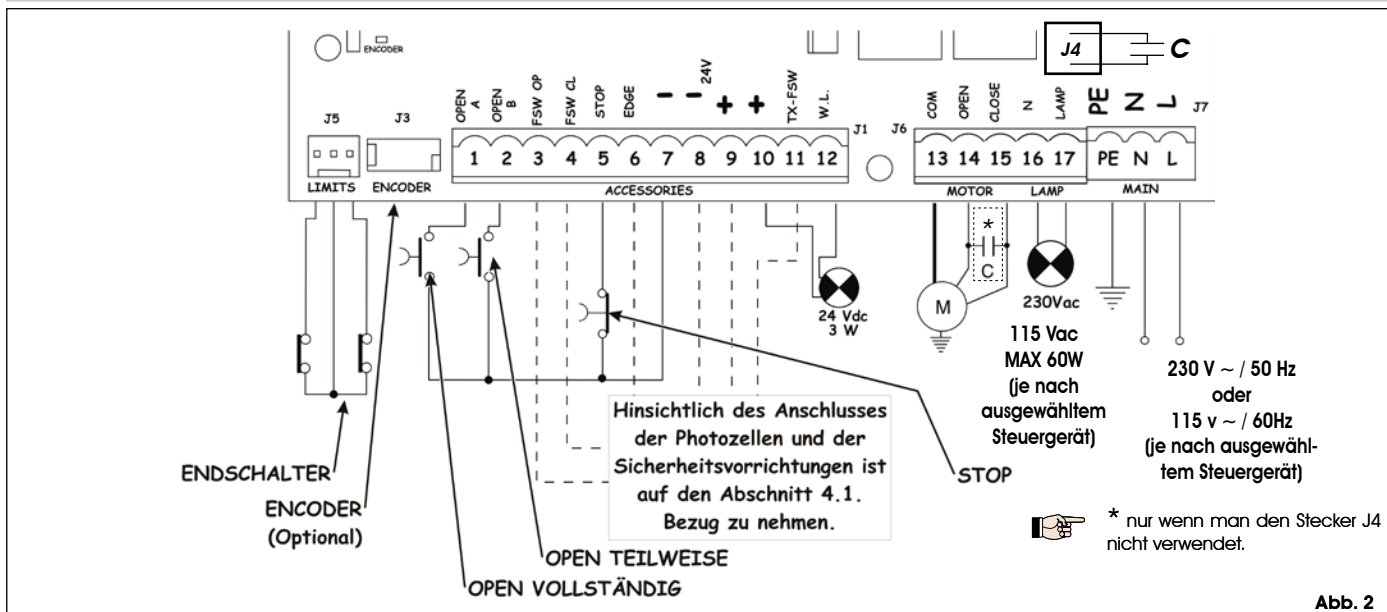

Abb. 2
4.2. Klemmenbrett J7 - Versorgung (Abb. 2)	Seite.44
4.3. Klemmenbrett J6 - Motoren und Blinkleuchte (Abb. 2)	Seite.44
4.4. Klemmenbrett J1 - Zusatzgeräte (Abb. 2)	Seite.44
4.6. Stecker J6 - Schnellanschluß Endschalter (Abb. 2)	Seite.45
4.7. Stecker J3 - Schnellanschluß Encoder (Abb. 2)	Seite.45
Das Erdungskabel ist an die entsprechende Klemme auf dem Stecker J7 des Geräts anzuschließen (siehe Abb. 2).
4.2. Klemmbrett J7 - Versorgung (Abb. 2)
4.3. Klemmbrett J6 - Motoren und Blinkleuchte (Abb. 2)
4.4. Klemmbrett J1 - Zusatzgeräte (Abb. 2)